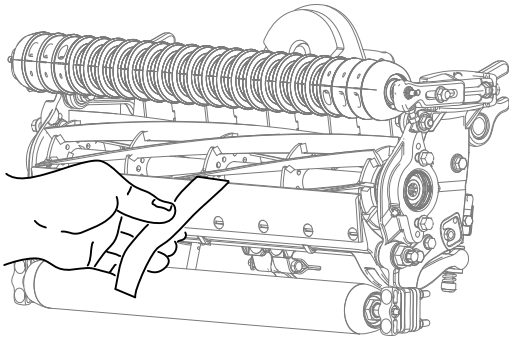

図 7
2. 切れ味確認用のペーパーToro P/N 125-5610を一枚、リールと下刃との間に、下刃に対して直角になるように差し入れて、カッティングユニットの切れ味をテストする図 7。ゆっくりとリールを回転させるこれで紙が切れれば合格である。